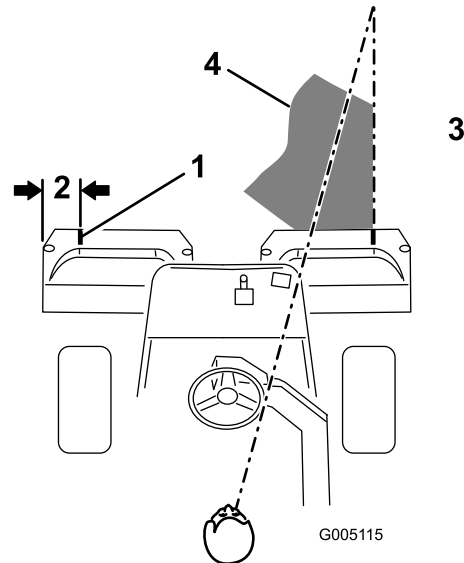
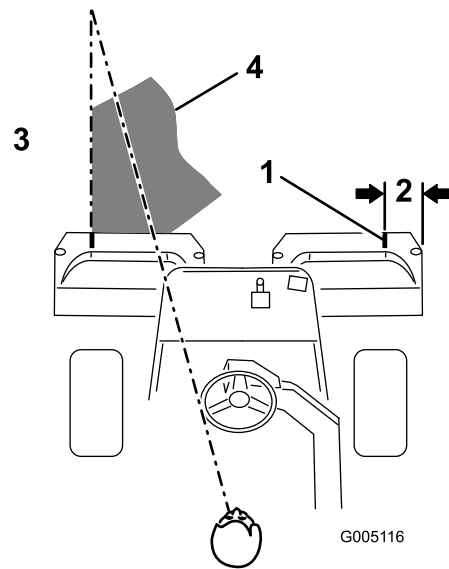

Bild 30
Bild 31
2. Bringen Sie einen Streifen weißes Isolierbands an jedem Korb an, oder zeichnen Sie eine Linie. Das Isolierband bzw. die Linie sollten parallel mit der äußeren Kante jedes Korbs verlaufen (Bild 30).
3. Wenn Sie zurückfahren, sollte der neue Mähgang den ersten ein klein wenig überlappen. Damit Sie in einer möglichst geraden Linie über die Grünfläche fahren können und einen gleichmäßigen Abstand zum zuvor gemähten Rasenstück einhalten können, sollten Sie sich eine imaginäre Sichtlinie ungefähr 1,8 m bis 3 m vor der Maschine bis zum Rand des noch ungemähten Teils der Grünfläche vorstellen (Bild 30 und Bild 31). Manche Leute finden es auch hilfreich, die äußere Kante des Lenkrads in die Sichtlinie mit einzubeziehen, d.h. sie halten das Lenkrad in einer Linie mit einem Punkt, der immer im gleichen Abstand von der Vorderseite der Maschine bleibt (Bild 30 und Bild 31).